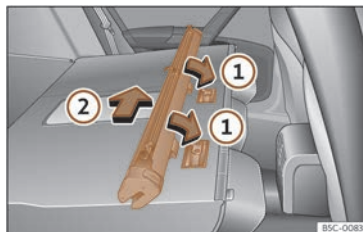

Fig. 136 Monter le filet de séparation sur le dossier de la banquette arrière.
- Placez la structure de filet sur les renforcements des rails de fixation dans le sens des flèches»» fig. 136 ①.
- Poussez la structure vers le côté gauche du véhicule dans le sens de la flèche»» fig. 136 ② et jusqu'à la butée.
- Tirez la structure du filet de 5 cm environ dans le sens contraire à celui de la flèche»» fig. 136 ②.
- Retirez la structure du rail de maintien en tirant dans le sens contraire à celui des flèches»» fig. 136 ①.